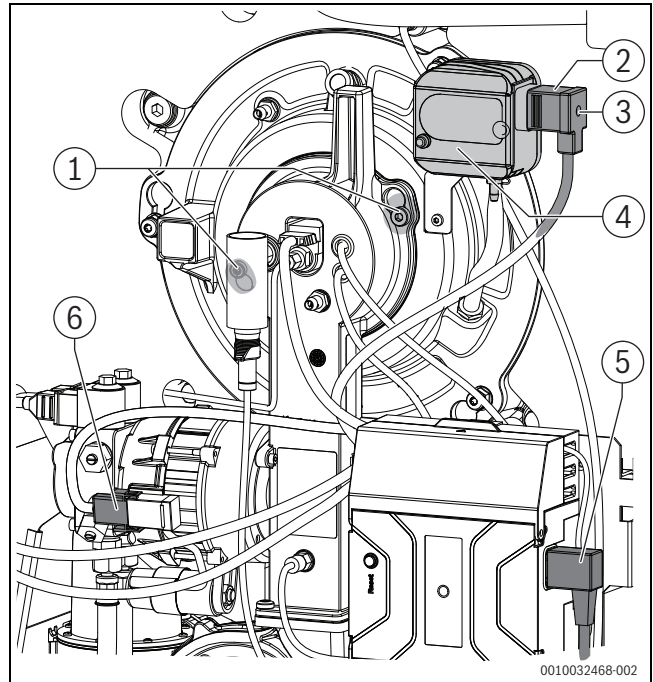

Bild 58 Befestigungsschrauben Brenner lösen
- ▶ Netzstecker (→ Bild 58), BUS-Leitung und Anschlusskabel Kesseltemperaturfühler (→ Kapitel 13.3.2, Seite 59) am Feuerungsautomat und Anschlussstecker am Ölpumpenmotor abziehen.
- ▶ Sicherungsschraube [3] am Anschlussstecker [2] des Druckwächters [4] lösen und Anschlussstecker abziehen (→ Bild 58, Seite 36).